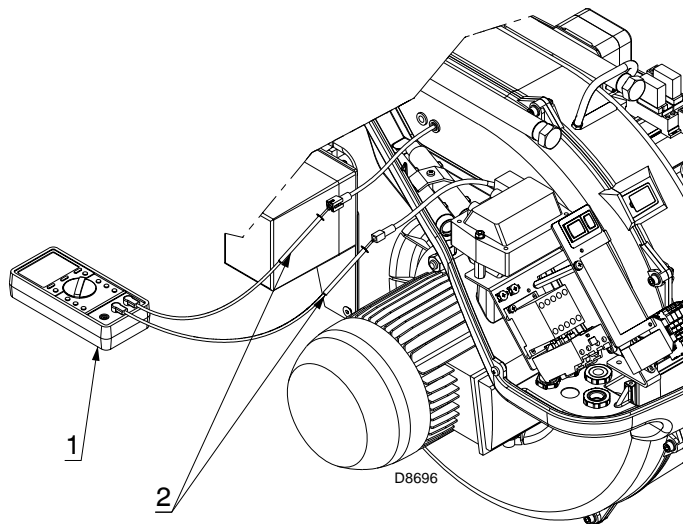

图 35
但是，如果有必要对离子电流进行测量时，断开离子探针电缆上的插头 - 插座 (2) (图 35)，插入一个量程为 $100\ \mu\text{A}$ 的微安计 (1) (图 35)。